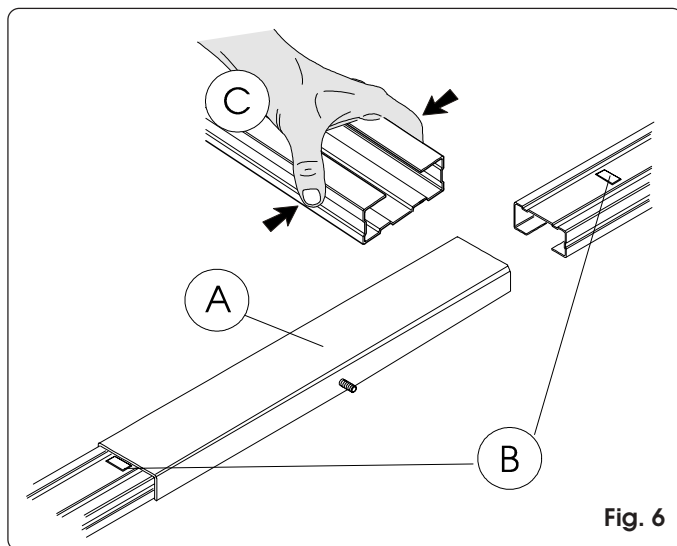

Fig. 6
- 1) Assemblare i due pezzi della guida di scorrimento inserendoli nel giunto centrale (fig. 6 rif. A) fino a portare in battuta i rilievi metallici di riferimento (fig. 6 rif. B). Per facilitare l'innesco della guida di scorrimento si consiglia di inserirla nel giunto centrale comprimendola come indicato in fig. 6 rif. C. Non utilizzare utensili che potrebbero deformare la gui-